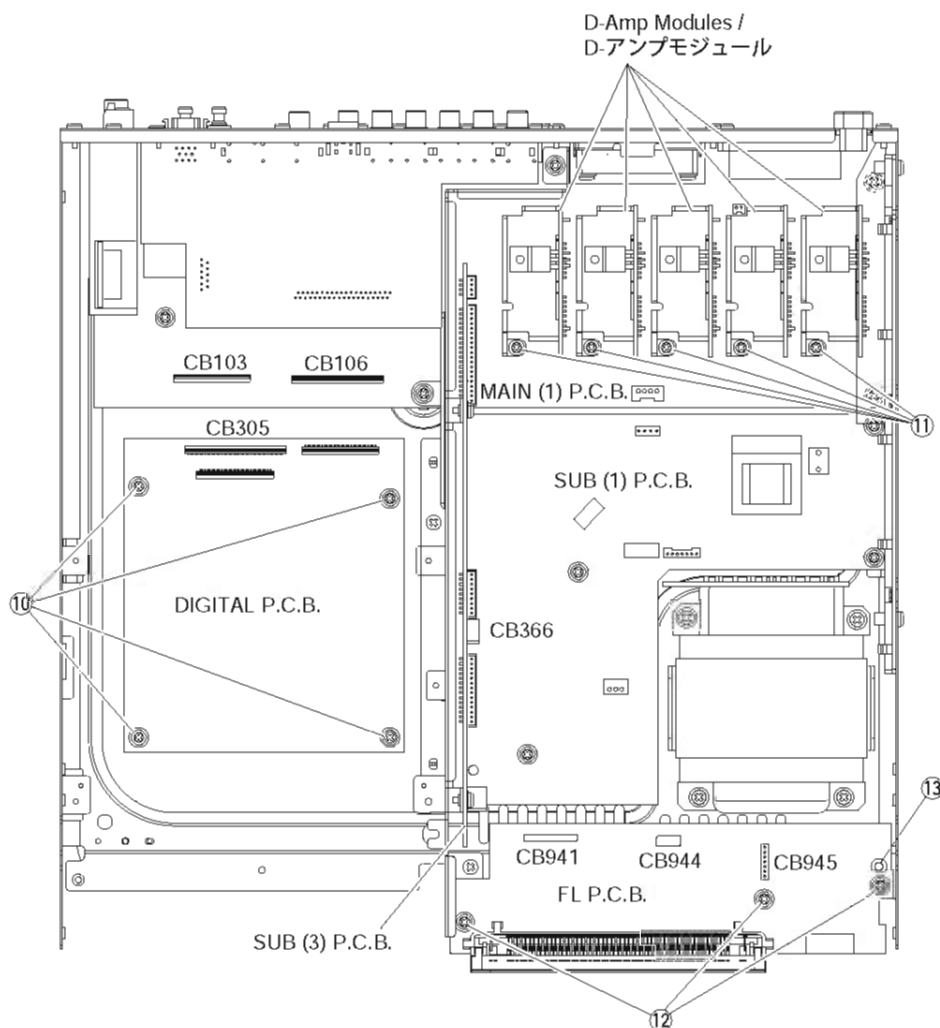

Fig. 6
- Disconnect the connectors CB305, CB103, CB106, CB366 and CB941 in Fig. 6.
- Remove 4 screws (⑩) and then remove the DIGITAL P.C.B. in Fig. 6.
- コネクタ—CB305、CB103、CB106、CB366、CB941を外します。(Fig. 6)
- ⑩のネジ4本を外し、DIGITAL P.C.B.を外します。(Fig. 6)
Remove 5 screws (⑪) and then remove the D-Amp Modules in Fig. 6.
- ⑪のネジ5本を外し、D-アンプモジュールを外します。(Fig. 6)
- Disconnect the connectors CB644 and CB945 in Fig. 6.
- Remove 3 screws (⑫) and 1 push rivet (⑬) and then remove the FL P.C.B. in Fig. 6.
- コネクタ—CB944、CB945を外します。(Fig. 6)
- ⑫のネジ3本、⑬のプッシュリベット1本を外し、FL P.C.B.を外します。(Fig. 6)